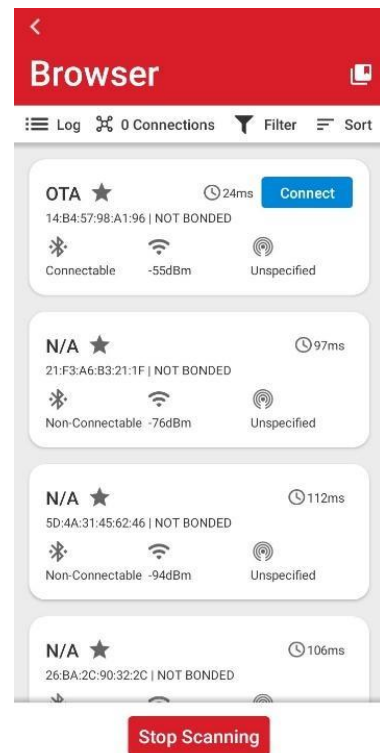

рис. 5.9. Устройство «OTA»
- 5) Нажмите «**Connect**» для подключения к приемнику (рис. 5.9).